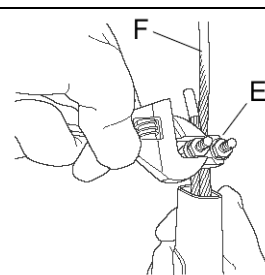

Figura 6-11
- 6) Retire la Abrazadera del Cable de Acero (E) del Cable de Acero (F) como se muestra en la **Figura 6-11**.